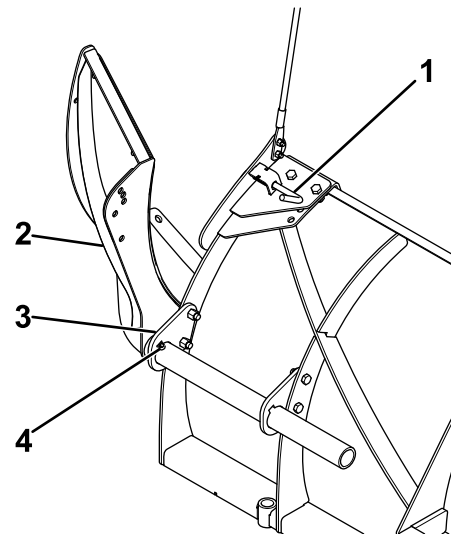

Figure 19
- Tirez sur la goupille à ressort et tournez-la en position verrouillée (Figure 19).
- Glissez le tube de l'ailette dans les supports de nervure jusqu'à ce que la goupille de fixation traverse le support extérieur (Figure 19).